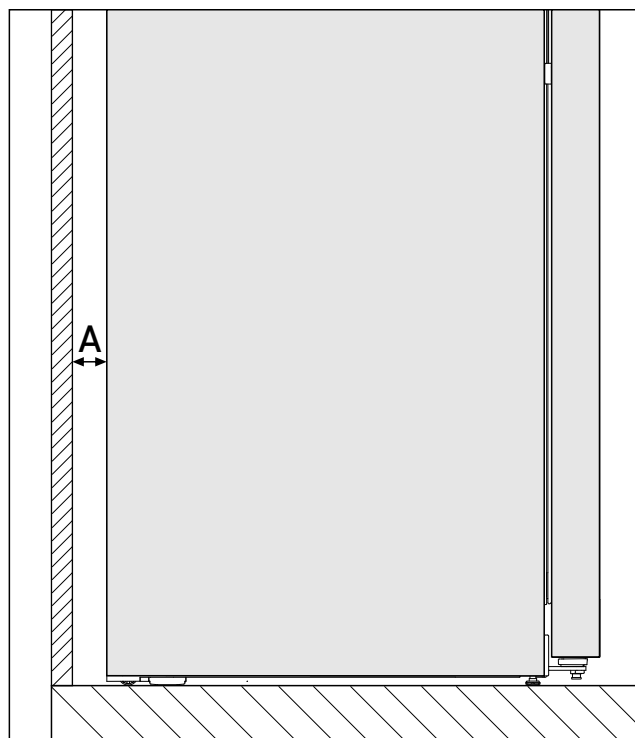

Fig. 3 *
Zużycie energii określono na podstawie odstępów ściany Fig. 3 (A) pomiędzy tylną ścianą urządzenia a ścianą. Jeżeli odstęp ściany jest mniejszy niż Fig. 3 (A), nie ma to wpływu na sprawność urządzenia, jednak zużycie energii zwiększa się nieznacznie przy mniejszym odstępach od ściany.